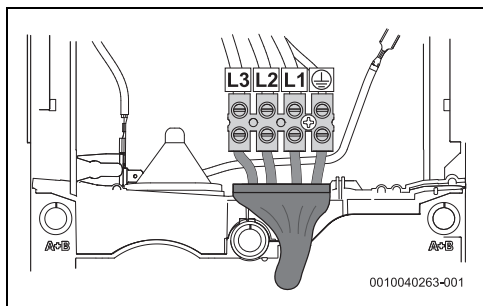

Fig. 37 Raccordement inférieur pour câble court
- Raccordement inférieur pour câble court (fig. 37)